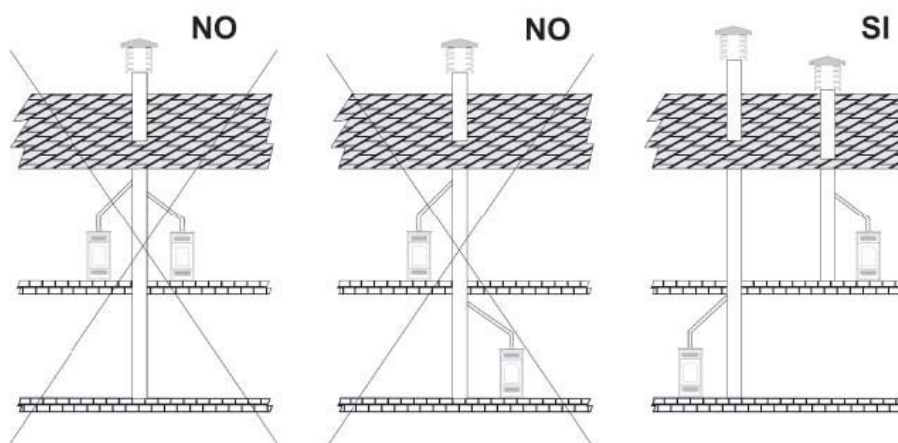

Fig 1
- No se debe conectar a ningún otro conducto, estufa, caldera o campana extractora de ningún tipo (fig. 1).